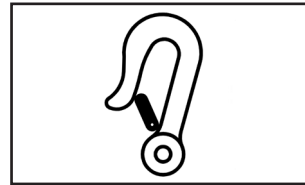

Abbildung 2
### Entfernen Sie die Rückenlehne vom Rückenrahmen (siehe Abb. 2)
- Die Stellen der vier Befestigungspunkte auf den Canto Nxt sind jeweils mit einem Aufkleber mit Hakensymbol gekennzeichnet (siehe Abbildung 2).